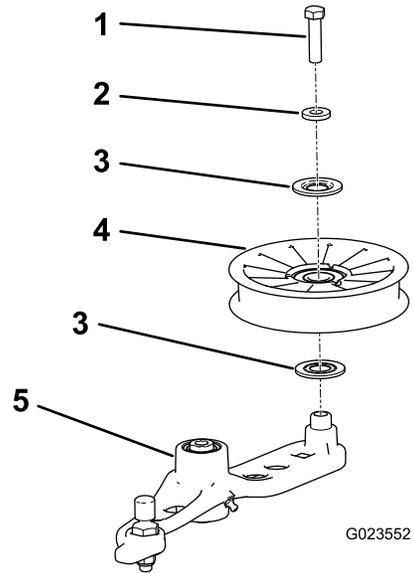

**Figura 57**
5. Retire la tuerca que sujeta el conjunto tensor al bastidor (Figura 57).